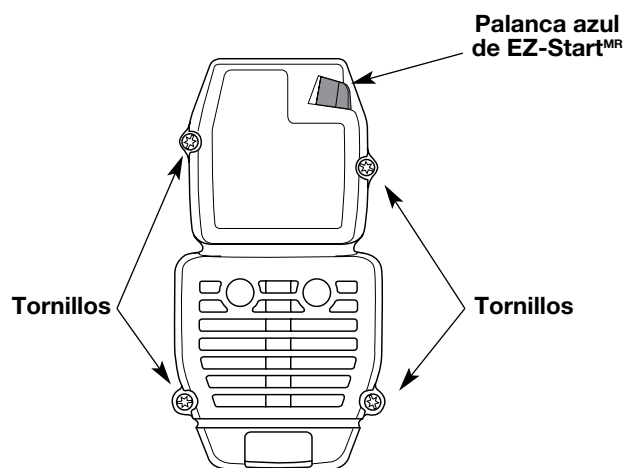

Fig. 21
1. Saque los cuatro (4) tornillos que sostienen la cubierta del silenciador / filtro de aire (Fig. 21). Use un destornillador de vástago plano o de broca Torx N° T20.
2. Inserte los cuatro (4) tornillos en los orificios de la cubierta del silenciador / filtro de aire (Fig. 21) y ajústelos. No los ajuste demasiado.